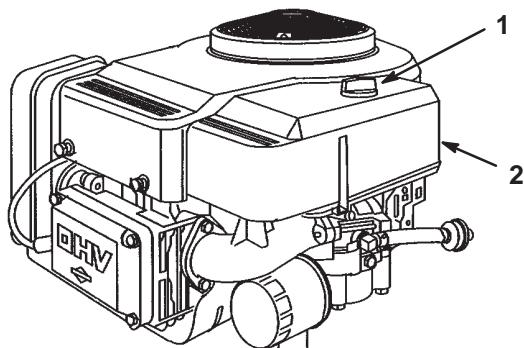

Figure 33
3. Nettoyez la surface autour du filtre à air pour éviter que des impuretés s'introduisent dans le moteur et l'endommagent. Dévissez le bouton et déposez le couvercle du filtre à air (Fig. 33).
3. Reposez le couvercle du filtre à air et le bouton (Fig. 33). Serrez solidement le bouton.